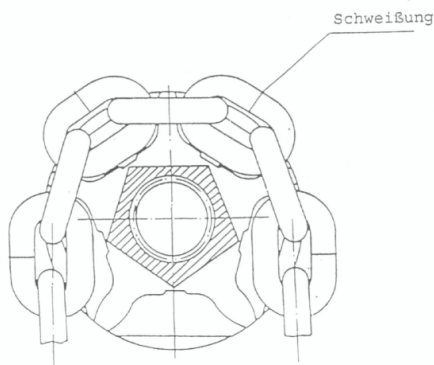

Abb.13
- Kette in Bewegungsrichtung Senken in den Kettenzug einziehen, dabei auf die richtige Lage der Kette in der Kettennuß achten (Abb.13)